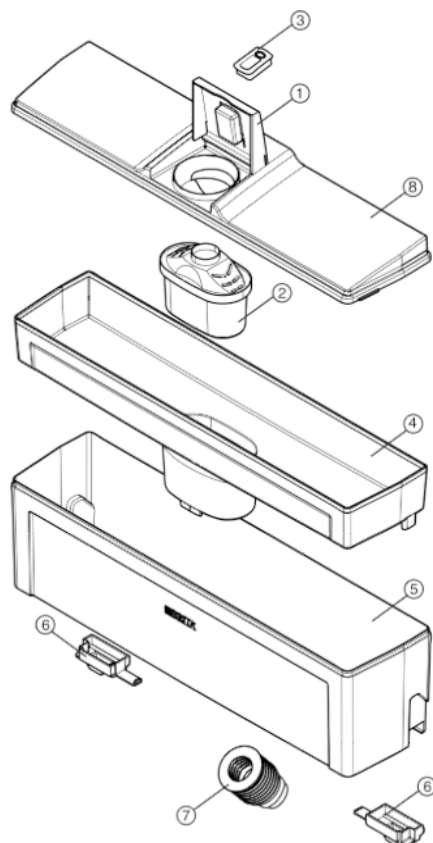

Fig. 19
- Otevřete klapku Fig. 19 (1) společně s integrovaným ukazatelem výměny kartuše BRITA Memo Fig. 19 (3), stiskněte současně na obou stranách a opatrně vyjměte z krytu Fig. 19 (8) zásobníku na vodu. Kvůli riziku poškození smí být BRITA Memo vyjímán z klapky pouze za účelem likvidace.
- Uchopte kryt Fig. 19 (8) zásobníku na vodu současně na levé a pravé straně, sejměte jej směrem nahoru a položte stranou.
- Vyjměte kartuši vodního filtru BRITA MAXTRA Fig. 19 (2) z vložky filtru Fig. 19 (4).
- Vložku filtru Fig. 19 (4) uchopte poté uprostřed a vyjměte ze zásobníku na vodu Fig. 19 (5).
- Zajišťovací díly Fig. 19 (6) na dně zásobníku na vodu posuňte ve směru středu nádrže na vodu.
- Zásobník na vodu Fig. 19 (5) opatrně vyjměte nahoru a vylijte případně obsaženou vodu do dřezu.
- Tekutiny obsahující cukr jako limonády, ovocné šťávy a podobně zalepí vodní ventil Fig. 19 (7) a vedou tak k úplnému výpadku jeho funkce a následně k poškození dávkovače vody.
- ▶ Vyměňte nádrž na vodu ze dveří chladničky a rozeberte ji. Všechny součásti kromě kartuše vodního filtru BRITA MAXTRA Fig. 19 (2) a klapky Fig. 19 (1) s ukazatelem výměny kartuše BRITA Memo Fig. 19 (3) důkladně vyčistěte pomocí vody a vysušte dosucha pomocí měkkého hadříku.
- ▶ Protože ukazatel výměny kartuše BRITA Memo Fig. 19 (3) na klapce Fig. 19 (1) krytu nádrže na vodu nesmí přijít do přímého styku s vodou, čistěte prosím klapku Fig. 19 (1) pouze opatrně pomocí lehce navlhčeného hadříku a přitom projedte ukazatel výměny kartuše BRITA Memo Fig. 19 (3).
- ▶ Posuňte zajišťovací díly Fig. 19 (6) ven.
- ▶ Vyměňte kartuši vodního filtru BRITA MAXTRA Fig. 19 (2) z ochranné fólie. Zatlačte kartuši zcela do studené vody a lehce jí zatřeste, aby unikly všechny vzduchové bubliny. Kartuše MAXTRA se nemusí před uvedením do provozu namáčet.
- ▶ Odstraňte kryt Fig. 19 (8) nádrže na vodu a kartuši vodního filtru MAXTRA Fig. 19 (2) pevně usadte doprostřed vložky filtru Fig. 19 (4).
- ▶ Nasadte kryt Fig. 19 (8) zásobníku na vodu znovu na zásobník na vodu a poté otevřete klapku Fig. 19 (1).
- ▶ Naplňte vložku filtru Fig. 19 (4) napotření 2 litry pitné vody a nechte přefiltrovat. Nyní je pitná voda, přefiltrovaná pomocí BRITA, připravena k použití.
- ▶ Zavřete klapku Fig. 19 (1) a spusťte ukazatel výměny kartuše BRITA Memo Fig. 19 (3).
- ▶ K ulehčení plnění vodní nádrže po vsazení do dveří chladničky může být použita nádoba s nálevkou. Při plnění prosím dbejte na to, abyste do vložky filtru Fig. 19 (4) nenalili více, než 2 litry pitné vody.
- ▶ Teprve, pokud toto množství vody proteče, může být vložka filtru Fig. 19 (4) znovu plněna.